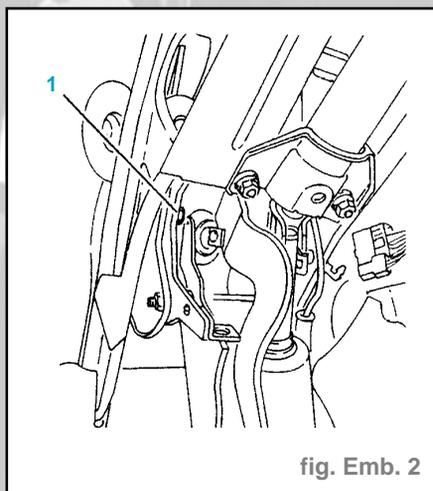

fig. Emb. 2
- Desserrer la vis (1) (fig. Emb. 2).